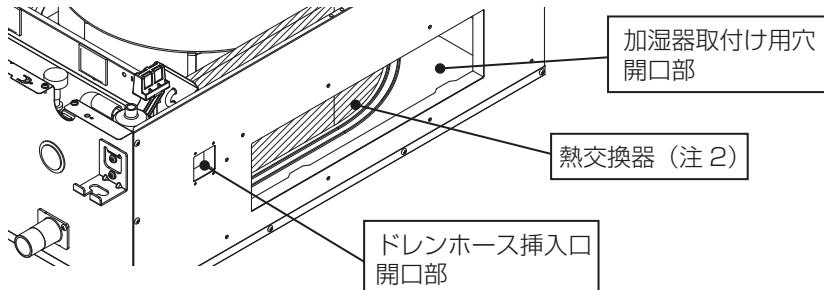

図10
- 2) 次に開口部に沿って内側のスチロールをカッターナイフ等で切り離してください。(図10)